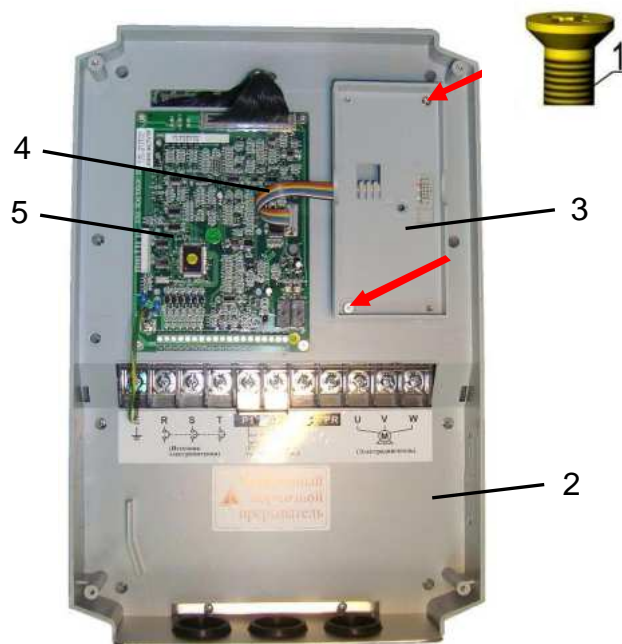

Рис. 7.23
7.9.2. Установить рамку на выступы средней части корпуса и зафиксировать ее двумя винтами 1 (рис. 7.23).